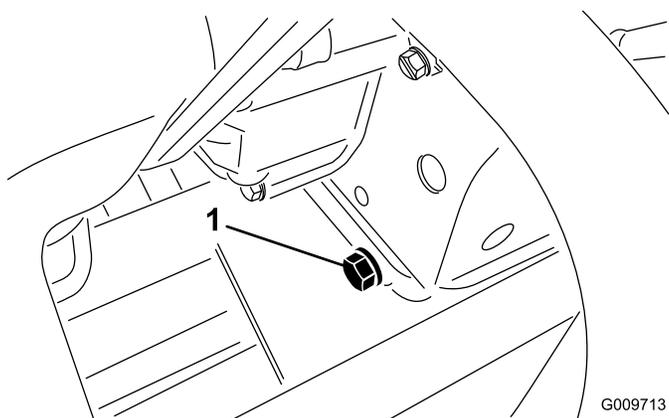

Figure 58
1. Enlevez le bouchon de vidange arrière (Figure 58) et laissez l'huile s'écouler dans un bac de vidange. Remettez le bouchon quand la vidange est terminée.